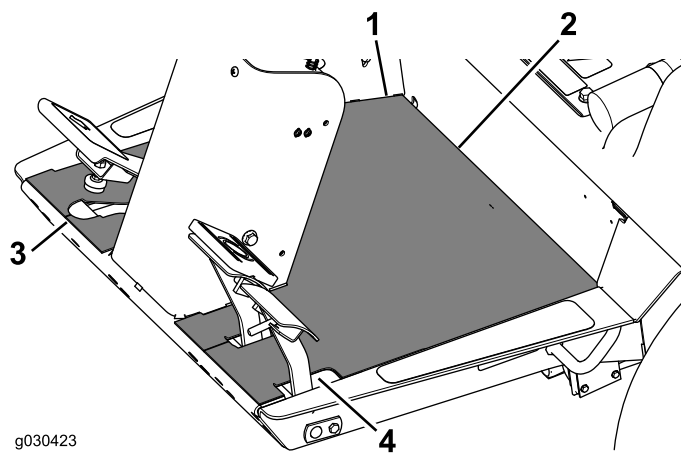

Figura 26
4. Alinhe a extremidade posterior do rasto do piso na extremidade onde a plataforma do operador se junta à placa de apoio (Figura 26).